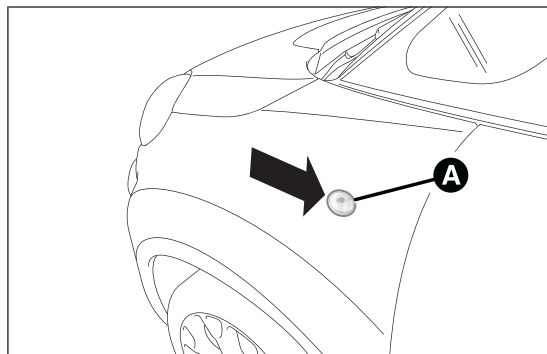
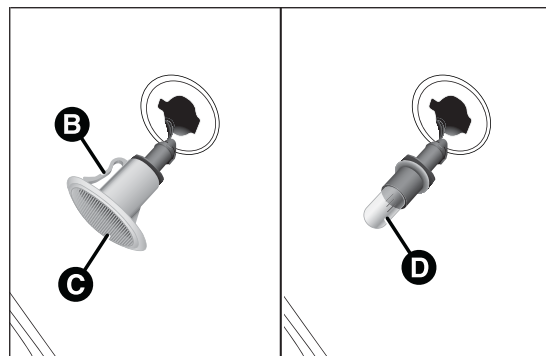

fig. 165
fig. 166
- ☐ agire sul trasparente A fig. 165 in modo da comprimere la molletta interna B fig. 166, quindi sfilare il gruppo verso l'esterno;